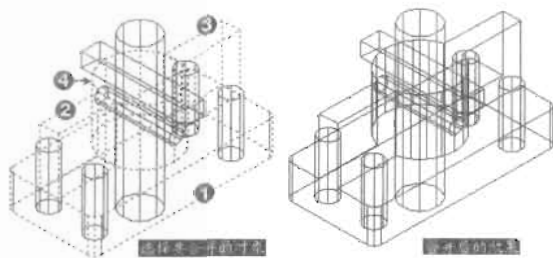

图 14-65
(2) 在命令提示行输入 Union 命令并回车, 将图 14-65 (左) 所示的 4 个实体合并为一个实体, 命令执行过程如下。